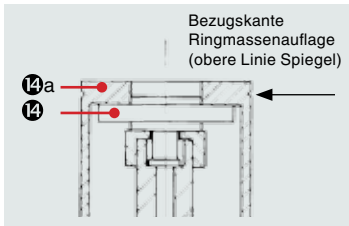
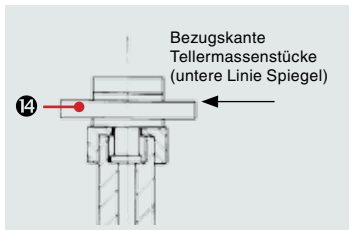

Abbildung 3a: Bezugskante Ringmassenstücke
Abbildung 3b: Bezugskante Tellermassenstücke
- Den Druck durch Drehen der Spindelpumpe nachregeln bis sich die Oberkante der Grundlast 14 mit der unteren Linie auf dem Spiegel (⇒ Abb. 3b) bzw. die Markierung auf der Ringmassenauflage 14a mit der oberen Linie auf dem Spiegel (⇒ Abb. 3a) deckt.